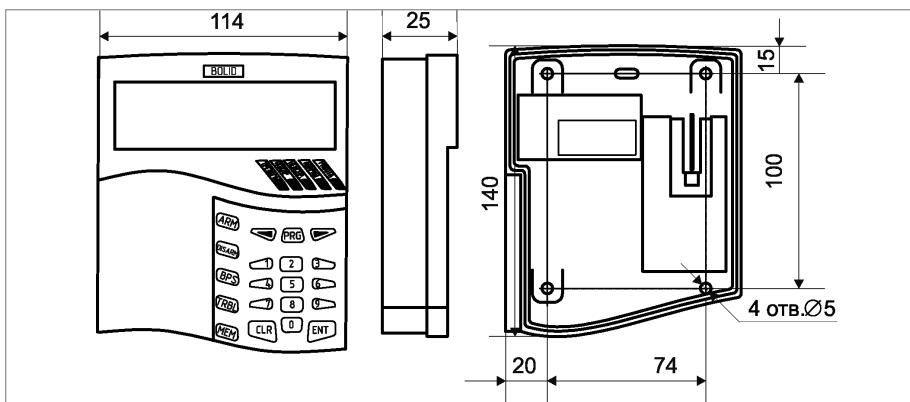

Рисунок 1. Внешний вид и габаритные размеры «С2000М»
- В соответствии с габаритным чертежом (см. рис. 1 – 3) наметьте на стене места для установочных отверстий: